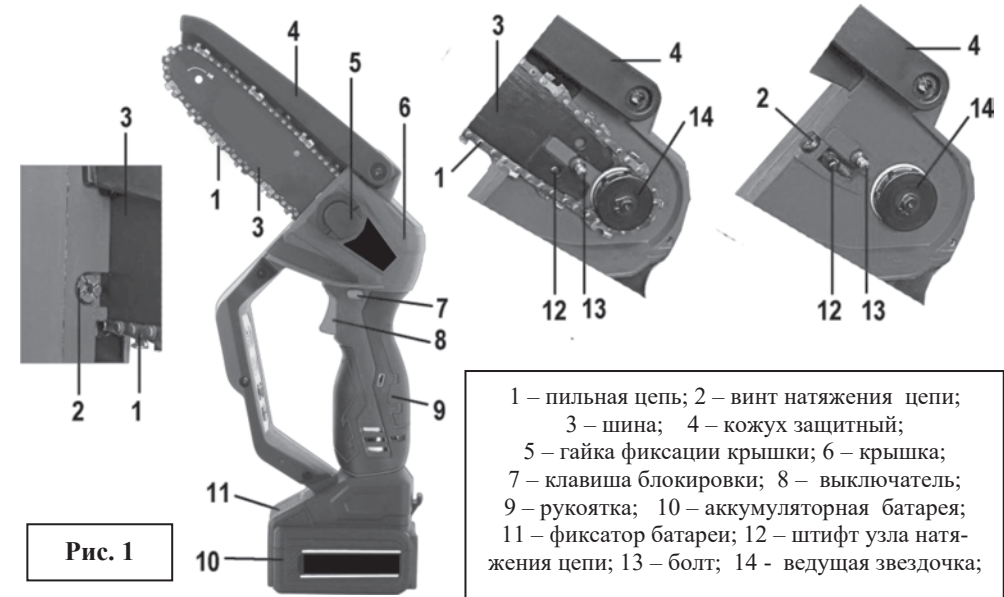

Рис. 1
5.1. Общий вид пилы показан на рис. 1.
- ослабьте гайку фиксации крышки поз. 5 (рис. 1) на крышке и снимите крышку поз. 6;